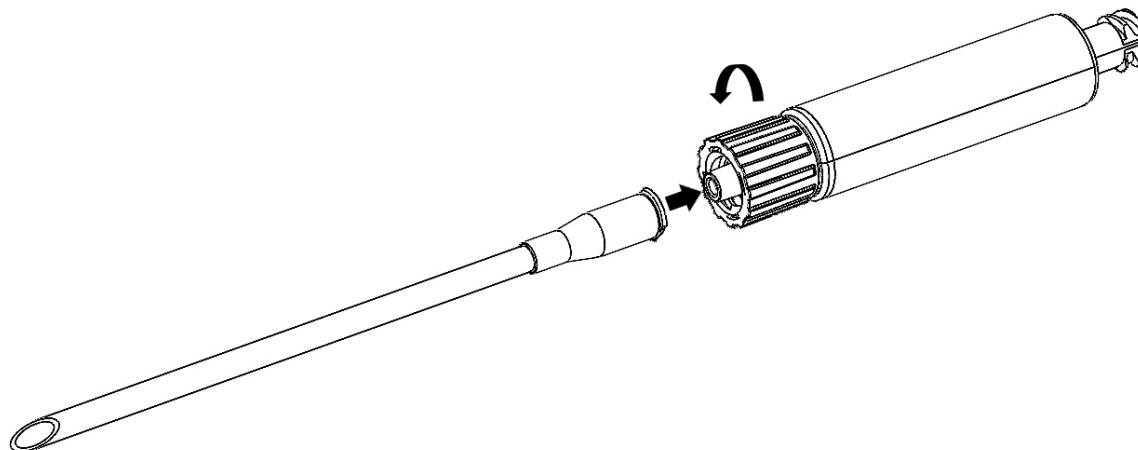

Figura 2. Ligação da agulha de descompressão/dispositivo de toracotomia ao Capnospot
5. Ligue o luer macho no Capnospot à parte luer fêmea de uma agulha ou dispositivo de toracotomia, como mostra a figura 2 seguinte.